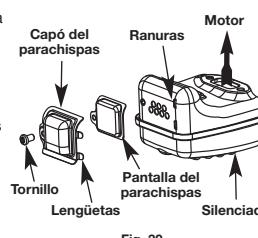

Fig. 39
- Localice el silenciador, pero no lo quite. Busque el tornillo en la parte inferior del silenciador (Fig. 39). Quite el tornillo usando una llave torx N° 20 o un destornillador plano.